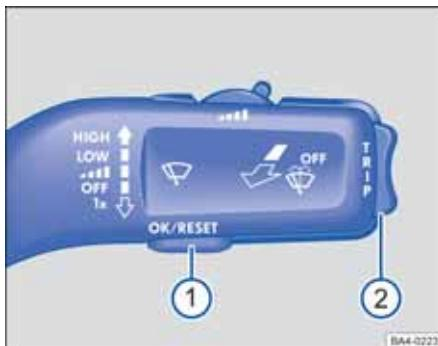

图 15 不带多功能方向盘的车辆：（转向柱右侧）车窗玻璃刮水器操纵杆内的按键①用于确认菜单项，翘板开关②
在带有多功能方向盘⇒图 16 的汽车上，车窗玻璃刮水器操纵杆⇒图 15 内的按键取消。因此大众信息系统只能通过多功能方向盘上的按钮进行操作。
- 如果显示一条信息或车辆示意图，则按压车窗玻璃刮水器操纵杆中的按键⇒图 15①或多功能方向盘⇒图 16 中的按键OK，可能需要多次按压。
- 在用车窗玻璃刮水器操纵杆进行操作时：要显示选择菜单或从某个菜单或信息显示中返回选择菜单，则按下翘板开关⇒图 15②并保持，直到选择菜单显示为止。要对选择菜单进行翻页，则按压翘板开关上部或下部。
- 要调出在选择菜单中显示的菜单或信息显示，则按压车窗玻璃刮水器操纵杆的按键⇒图 15①或多功能方向盘的按键OK⇒图 16，或等待几秒钟后菜单或信息显示自动打开。
- 菜单显示状态下，按压车窗玻璃刮水器操纵杆中翘板开关⇒图 15②的上部或下部，或在多功能方向盘上按压箭头按键↑或↓⇒图 16，直到选中所需的菜单项为止。通过一个方框显示选中标记。
- 通过按压车窗玻璃刮水器操纵杆的按键⇒图 15①或多功能方向盘中的按键OK⇒图 16，进行所需的更改。“小钩”表示该功能或系统激活。
- 不带多功能方向盘的车辆：按压车窗玻璃刮水器操纵杆内的翘板开关 ⇒ 图 15。